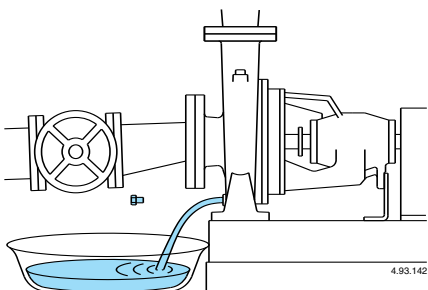
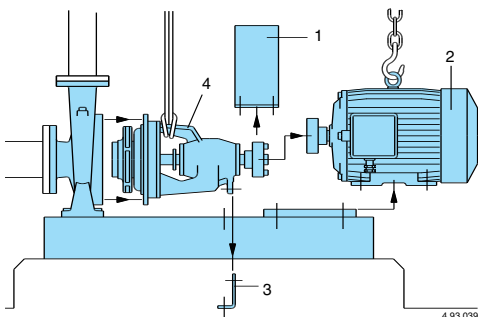

Bild 9 Avtappning.
Bild 10 Demonterings- sekvens.
**WARNING: Vid längre uppehåll skall pumpen tömmas helt om frysrisk föreligger (bild 9).**
Stäng ventilerna på sug- och trycksidan samt töm pumpen på vätska före isärtagning (bild 9). Motorn och pumpens lagring med pumphjulet kan demonteras utan att rörledningarna behöver lossas (bild 10).
Demontering av pump med standardkoppling utan mellanhylsa (bild 10) sker i följande ordning: